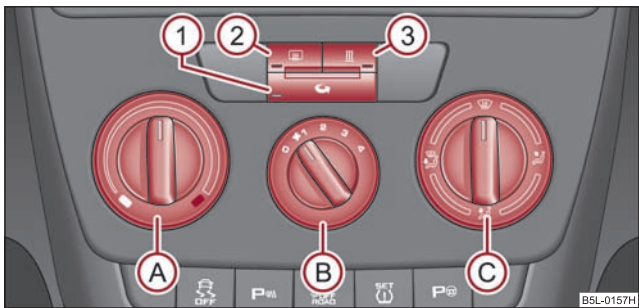

Fig. 101 Încălzirea: Elementele de comandă
- Rotiți regulatorul rotativ **(A)** ⇒ fig. 101 spre dreapta pentru a mări temperatura.
- Apăsați tasta  - lampa de control din tastă => pagina 96, fig. 101 se aprinde.
Când regulatorul  se află în poziția  => pagina 96, fig. 101, recircularea aerului este oprită automat. Prin apăsarea repetată a tastei  puteți porni recircularea aerului și în această poziție.